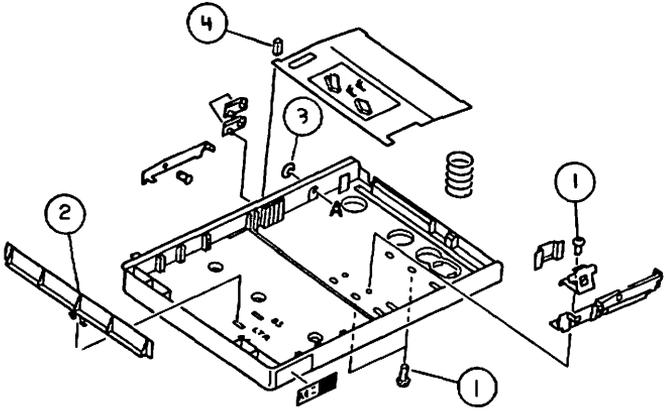

FIGURE 8
**LASERWRITER - CASSETTE (Letter, P/N 699-0296; Legal, P/N 699-0297; A4, P/N 699-0298; B5, P/N 699-0299) (Figure 8)**